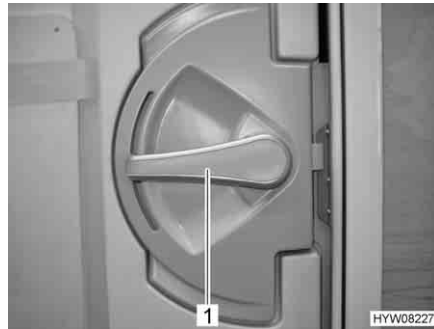

Bild 31 Türschloss Eingangstür, innen
- Öffnen:** ■ Den Türgriff (Bild 31,1) nach unten drücken.
- Verriegeln:** ■ Den Türgriff (Bild 31,1) ca. 45° nach oben drehen und in dieser Stellung stehen lassen.